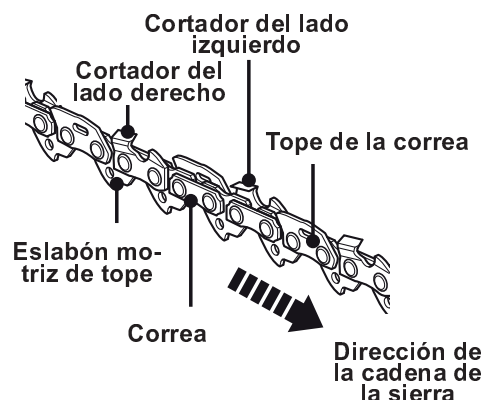

Fig. 47a
- > La diferencia de altura entre el diente y el borde es la profundidad de corte. Al afilar la cadena de la sierra (3) se deben considerar los siguientes puntos (Fig. 47a).